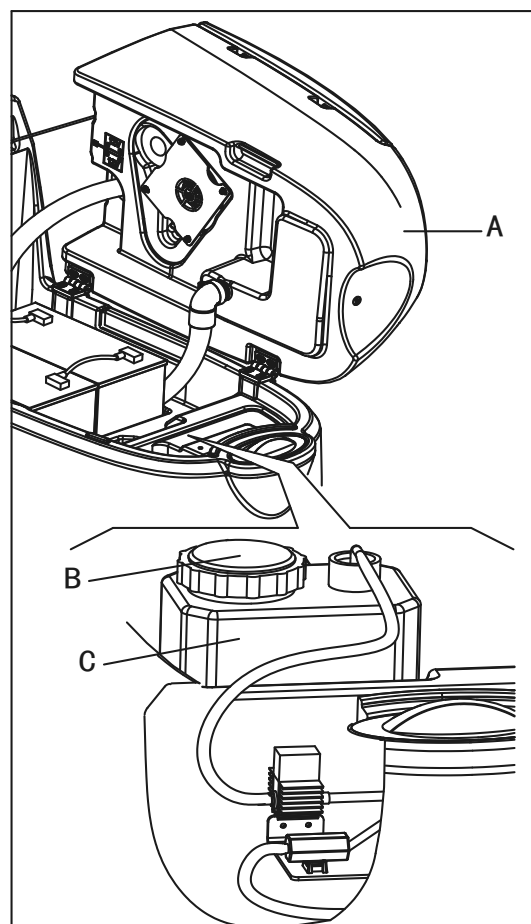

Figura 8
1. Abra la tapa (E) y compruebe si el depósito de recogida (F) está vacío, de lo contrario vacíelo mediante la manguera de desagüe (G).
2. Cuidadosamente dé la vuelta al depósito de recogida (A, Figura 8).
3. Abra la tapa (B).
4. Reemplace o llene la jarra (C) con cualquier recipiente estándar de 3,8l de detergente adecuado para el trabajo que se llevará a cabo (detergentes de alta concentración). No llene el depósito de detergente demasiado, deje algunos centímetros hasta el borde.